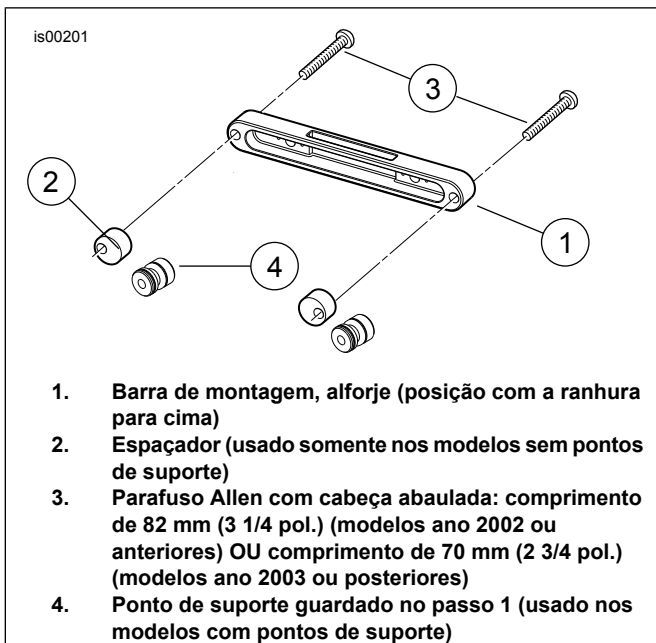

Figura 2. Instalação da barra de montagem
3. Veja a Figura 2. Fixe a barra de montagem no suporte do pára-lama como segue:
- b. Se um ponto de suporte não foi removido no passo 1, posicione um espaçador (2) do kit contra o lado traseiro da barra de montagem.
- d. Insira o parafuso (3) apropriado para o ano de sua motocicleta através do furo na barra de montagem e o espaçador ou o ponto de suporte. Aplique algumas gotas de Loctite[®] 243 (azul) nas roscas do parafuso.